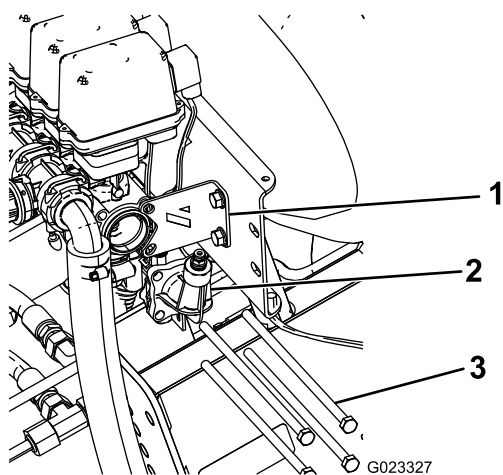

Figure 10
1. Retirez les 4 longs boulons qui fixent la prise de manomètre aux vannes de la rampe, et mettez-les au rebut (Figure 10). Conservez les rondelles plates et les écrous.
2. Retirez et conservez les 2 boulons et écrous qui fixent le support de stabilisation au bloc de vannes (Figure 10).